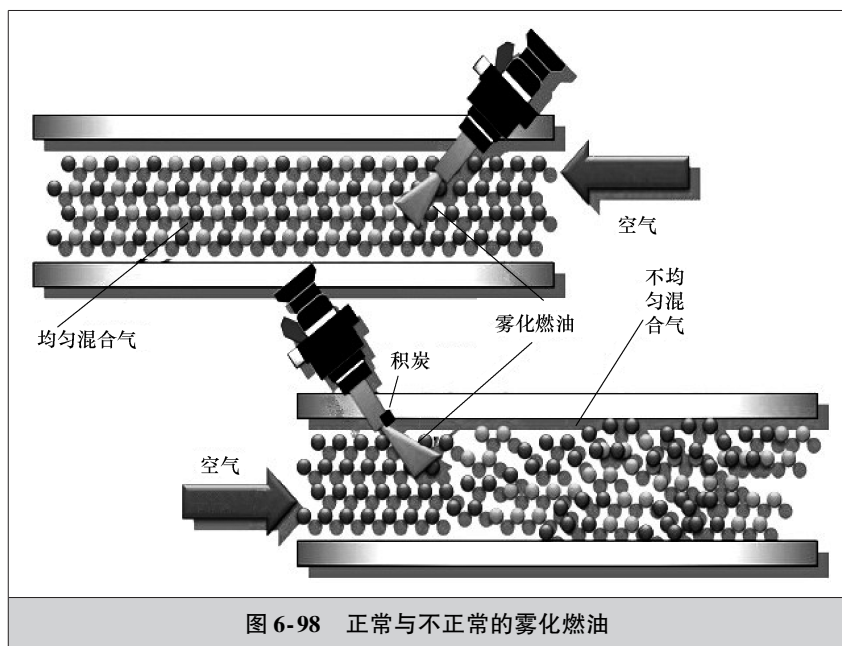

图 6-98 正常与不正常的雾化燃油
(2) 典型处理方法 发动机怠速失速，往往是因为喷油器上附有一层积炭，使喷出的汽油不能和吸入的空气均匀混合，如图 6-98 所示。对于此类情况，一般采用人工清洗喷油器或用仪器清洗喷油器的方式来解决。